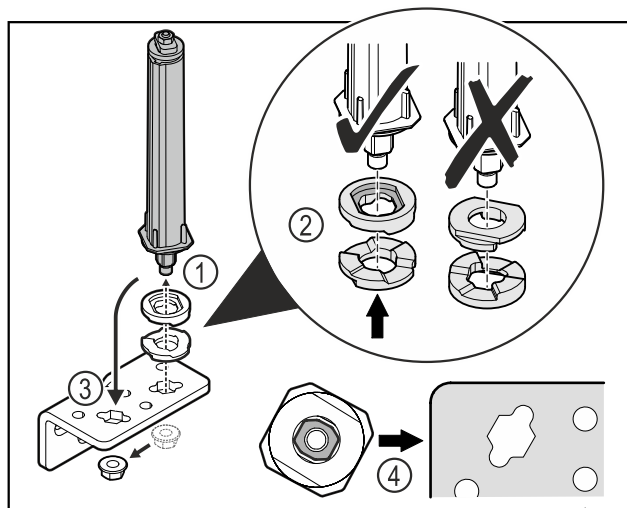

Fig. 20
- ▶ Odkręcić nakrętkę i wyjąć system blokujący drzwi Fig. 20 (1).
- ▶ Zwracać uwagę na prawidłowe ustawienie podkładek do regulacji wysokości Fig. 20 (2).
- ▶ Przetożyć system blokujący drzwi w zawiasie i zamocować nakrętką Fig. 20 (3).
- ▶ Przy wkładaniu zwracać uwagę na prawidłowe ustawienie systemu blokującego drzwi Fig. 20 (4).